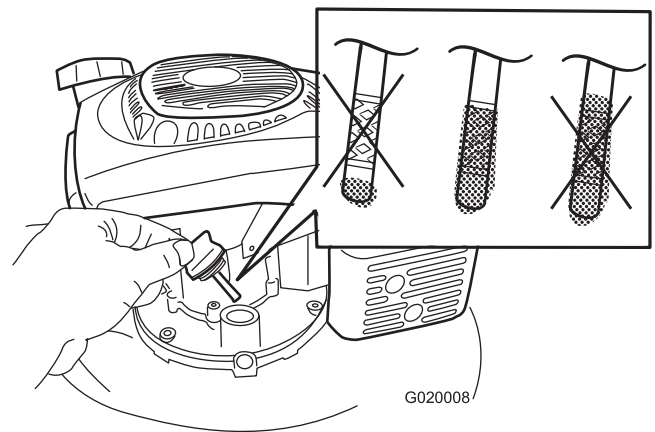

Figure 8
1. Retirez la jauge, essuyez-la sur un chiffon propre puis replacez-la dans le goulot de remplissage, **sans** la visser (Figure 8).
2. Sortez de nouveau la jauge et contrôlez le niveau d'huile (Figure 8). Si le niveau n'atteint pas le repère minimum (Add) sur la jauge, versez **lentement** de l'huile par l'orifice de remplissage pour faire monter le niveau au repère maximum (Full). **Ne remplissez pas excessivement.** (Niveau max. : 0.65 l, type : huile détergente SAE 30 ou SAE 10W-30, classe de service API SJ ou supérieure.)